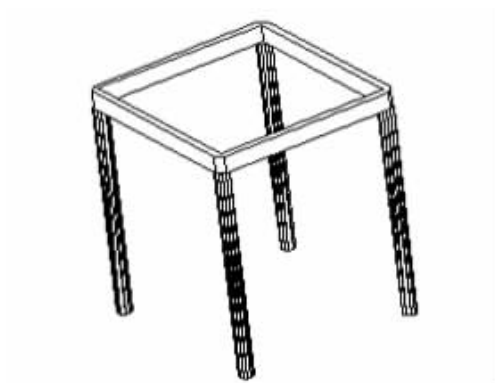

图 11.70 立柱和横梁图示
(4) 绘制立柱和横梁,如图 11.70 所示。
① 立柱尺寸,绘图命令。